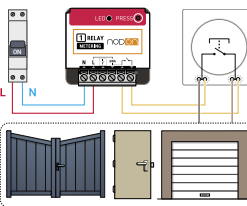

Figure 3
- 3 Câblez le Module Multifonction avec mesure de la consommation Zigbee, en parallèle du poussoir selon le schéma figure 3.